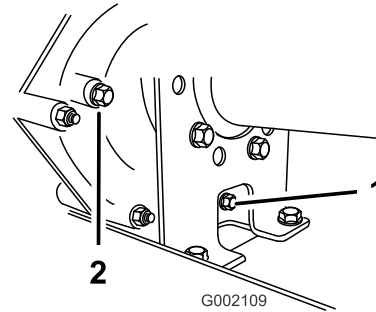
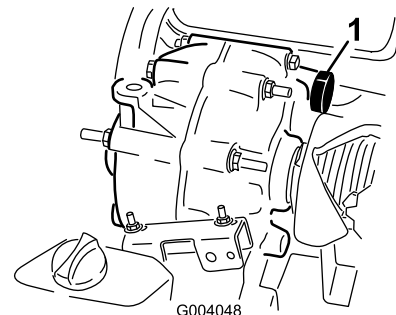

Bild 42
Bild 43
2. Entfernen Sie die Ablassschraube aus der rechten Seite des Behälters (Bild 42) und lassen die Flüssigkeit in ein Auffanggefäß ablaufen. Schrauben Sie die Ablassschraube wieder fest ein, wenn keine Flüssigkeit mehr ausströmt.
3. Füllen Sie ungefähr 1,4 Liter SAE 10W300 Motoröl in den Behälter (Bild 43) oder füllen Sie soviel Öl ein, dass der Ölstand an der Unterkante des Füllstand-Prüflohcs liegt (Bild 42).